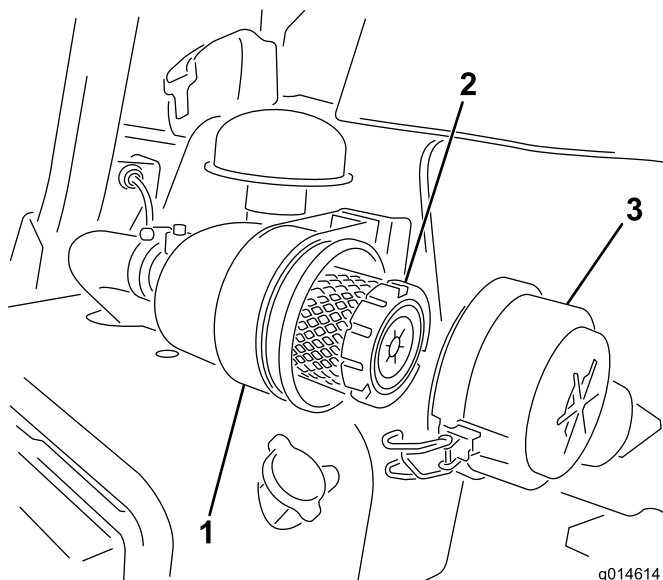

Figura 41
1. Abra los enganches que fijan la tapa del limpiador de aire a la carcasa del limpiador de aire (Figura 41).
6. Cierre los enganches (Figura 41).